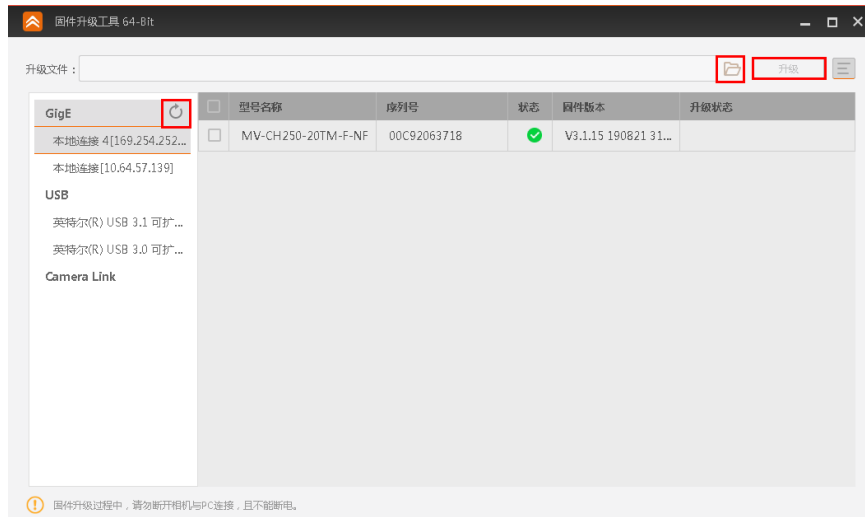

图8-19 固件升级
2. 单击工具左侧 GigE 接口处的  枚举网口相机，在右侧选中需要升级且处于可用状态的设备，如图 8-19 所示。